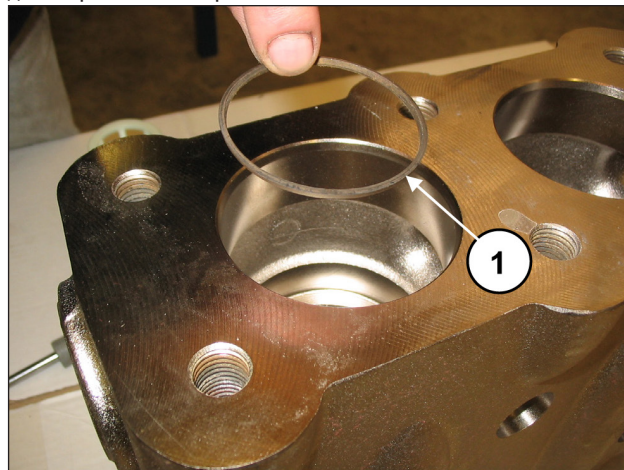

Рис. 119
Вставьте антиэкструзионное кольцо, поз. №4 на детализовочном чертеже (поз. ①, Рис. 119).